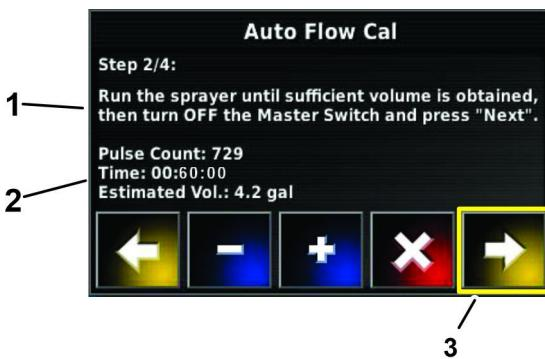
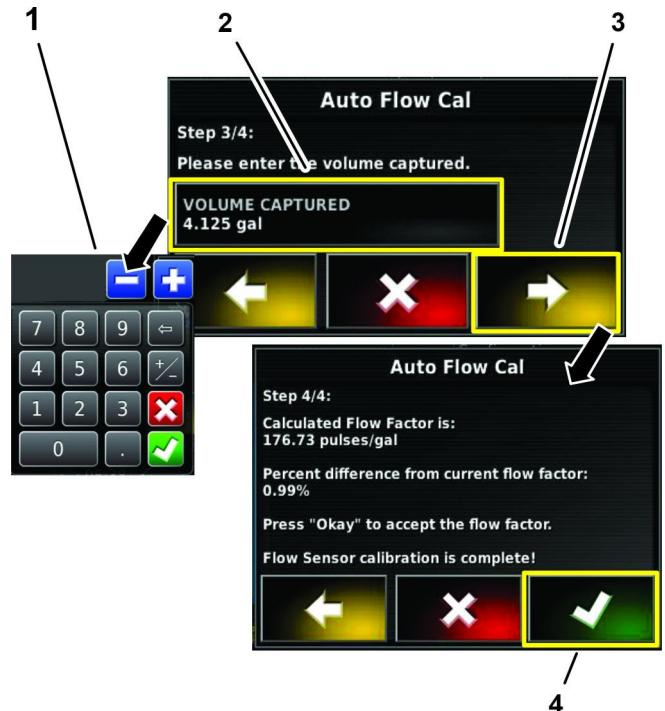

Figura 84
Figura 85
12. Introduzca la cantidad de fluido calculada con el teclado (Figura 84 y Figura 85).
13. Confirme el factor de cálculo del flujo (Figura 85).